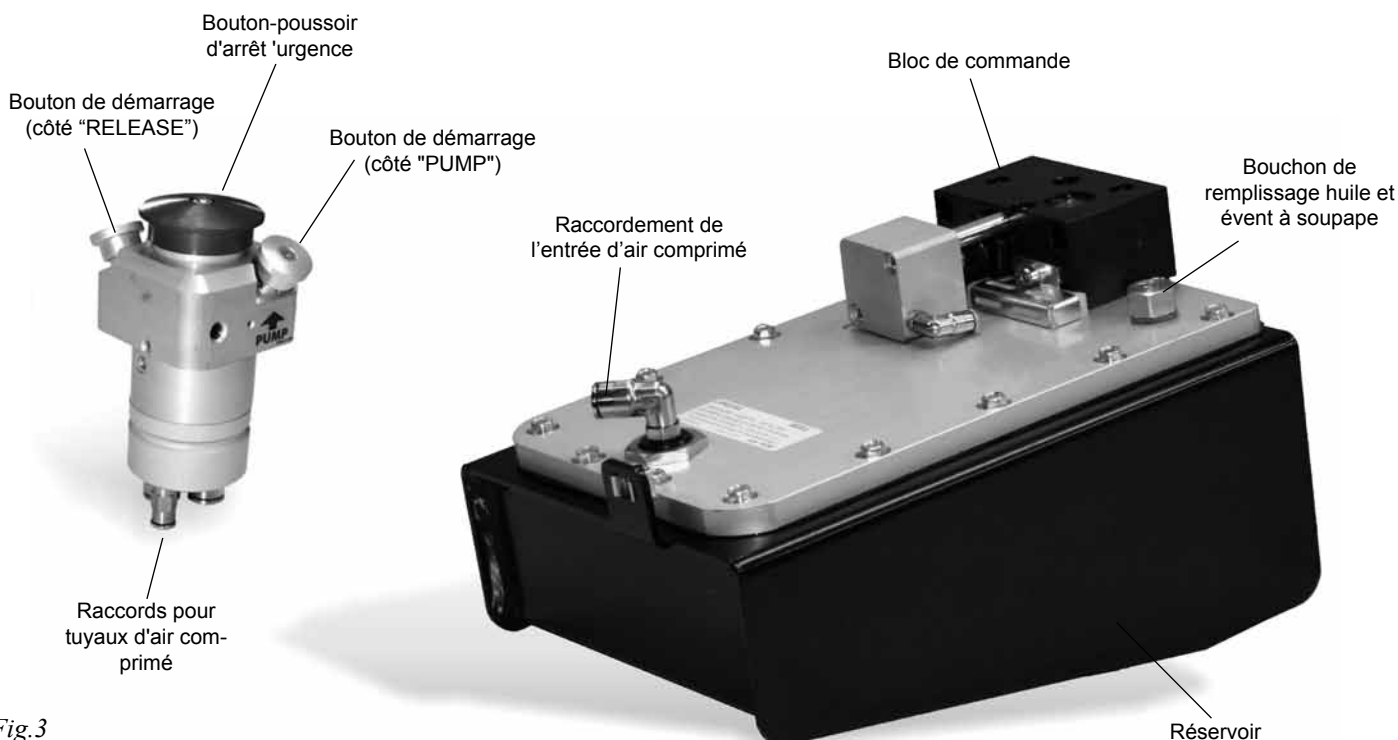

Fig.3
Sur la figure 3 sont représentées les différentes pièces de la pompe.
- Dévissez le bouchon de remplissage (fig.3, page 22) et l'enlever complètement.
- Connecter le bloc de commande UPRO (fig.3, page 22) à l'actionneur.
- Raccorder la pompe à la commande pneumatique et à le système d'alimentation d'air comprimé par les raccords appropriés (fig.3, page 22 - tuyaux de raccordement pas fourni)
- En cas d'urgence, appuyer sur le bouton central, bouton champignon, sur la commande pneumatique (fig.3, page 22) pour interrompre le circuit